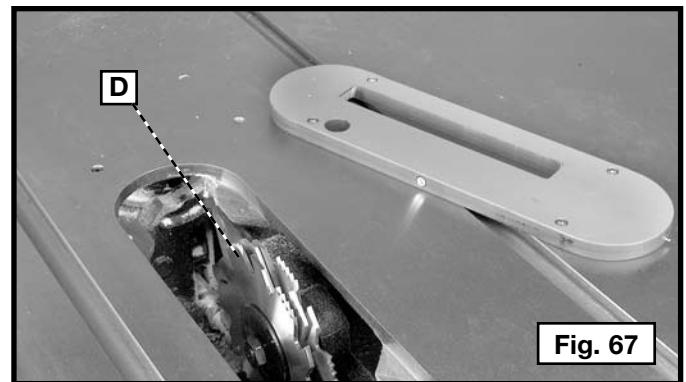
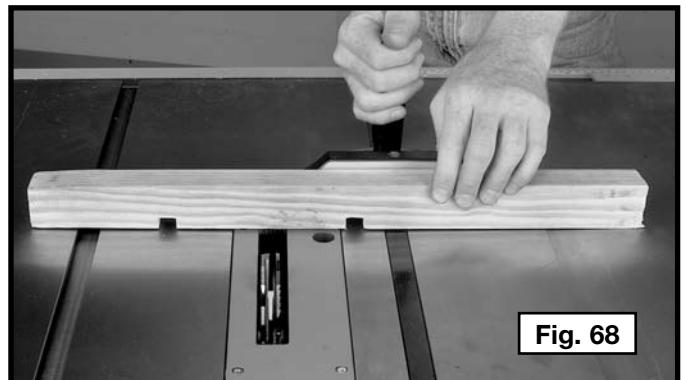

Fig. 67
Fig. 68
El corte a inglete (Fig. 67) es igual al corte transversal, excepto que el calibrador de inglete (C) está trabajando en un ángulo que no es 0 grados. Sostenga la pieza de trabajo firmemente contra el calibrador de inglete e introduzca el trabajo lentamente en la hoja para evitar que la pieza se mueva.
El corte transversal con bisel (Fig. 68) es igual al corte transversal, pero el ángulo del bisel se fija en una posición que no sea 0 grados.
Sujete el juego de cabezales para ranuras (D), Fig. 67, al eje de la sierra. Una operación típica del ranuras se muestra en Fig. 68